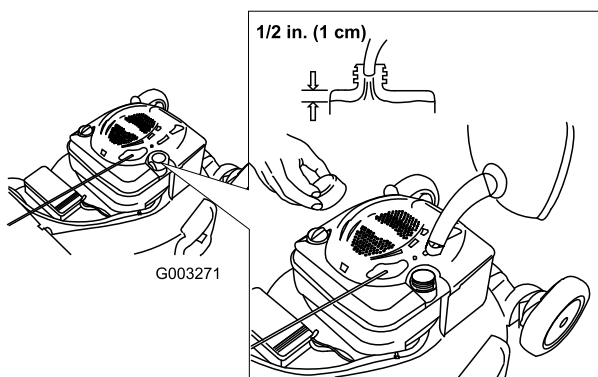

Figura 9
**Nota:** Llene el depósito con gasolina fresca normal sin plomo, de una marca reconocida (Figura 9).